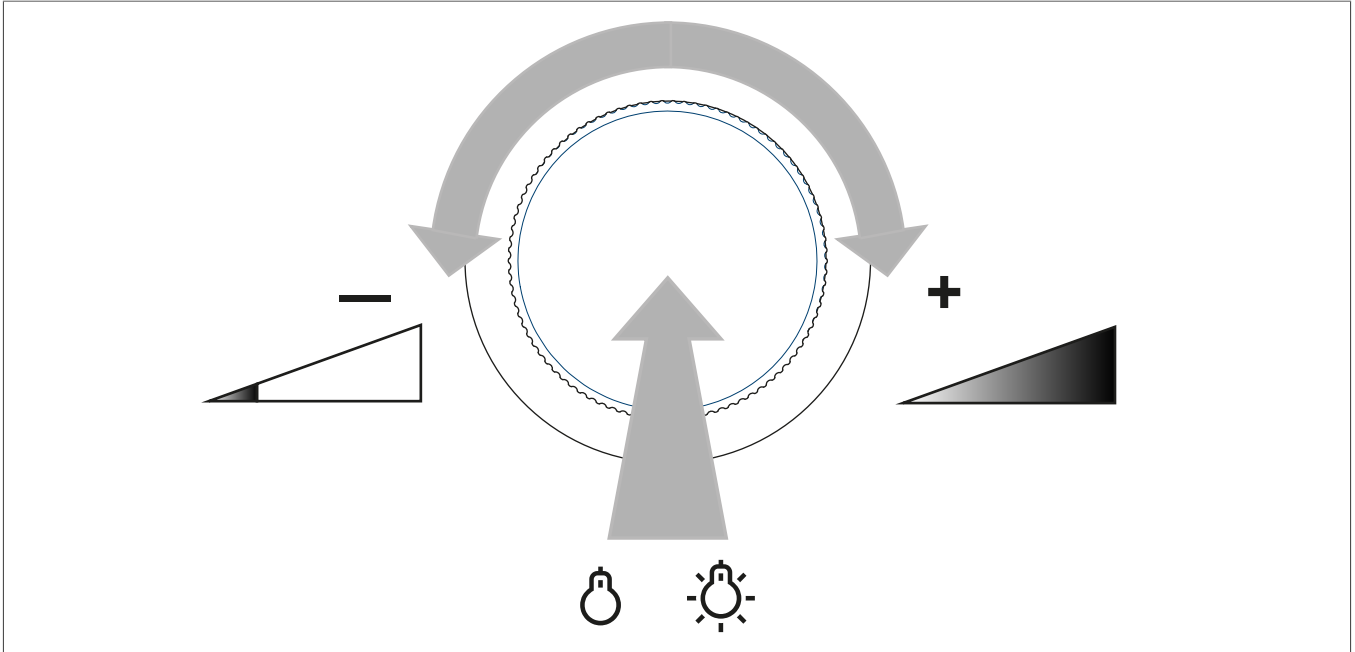

Fig. 1: Slå på belysningsarmaturen eller justera ljusstyrkan
- Kort tryckning på inställningsvredet: Belysningsarmaturen tänds eller släcks (bild 1).
- Vrid inställningsvredet snabbt: Ljusstyrkan ändras snabbt (bild 1).
- Vrid inställningsvredet långsamt: Ljusstyrkan ändras långsamt (bild 1).